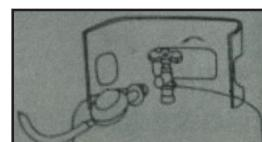

Fig. 3
3. Deschideți supapa unghiulară a buteliei de gaz prin rotirea acesteia spre stânga. (Fig. 3)